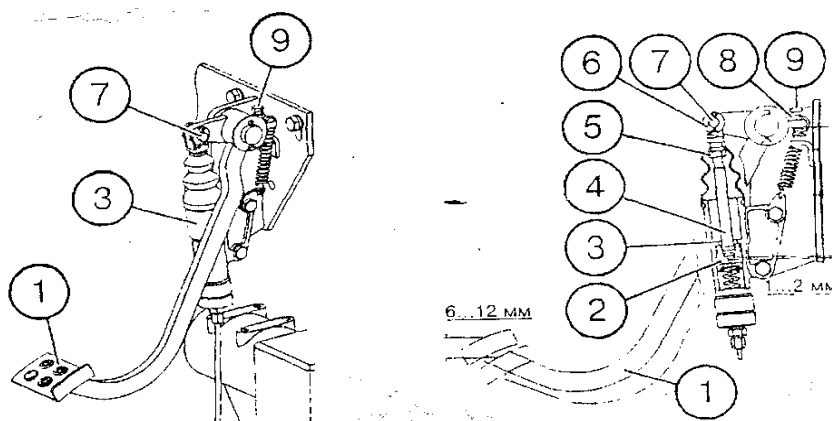

Рис. 5. Регулировка рабочих тормозов трактора Беларусь 1522В
1. Проверьте и, если необходимо, отрегулируйте размер 33 ± 2 мм, закрутив упорный болт (9) на указанную глубину. После регулировки упорного болта (9) законтрите гайку (8).
2. Отрегулируйте свободный ход педали (1) в пределах 6...12 мм, что соответствует зазору 1...2 мм между толкателем (4) главного тормозного цилиндра (3) и поршнем (2). Для регулировки выполните следующие операции.
- Расшплинтуйте и снимите палец (7) .
- Снимите защитный чехол и отвинтите контргайку (5) на не сколько оборотов.
- Навинчивая или свинчивая вилку (6) с толкателя (4), установите свободный ход педали (1) в указанных выше пределах. Полный ход педали при этом должен быть 90... 110 мм.
- Законтрите гайку (5), зашплинтуйте палец (7) и установите на место чехол (рис. 5).